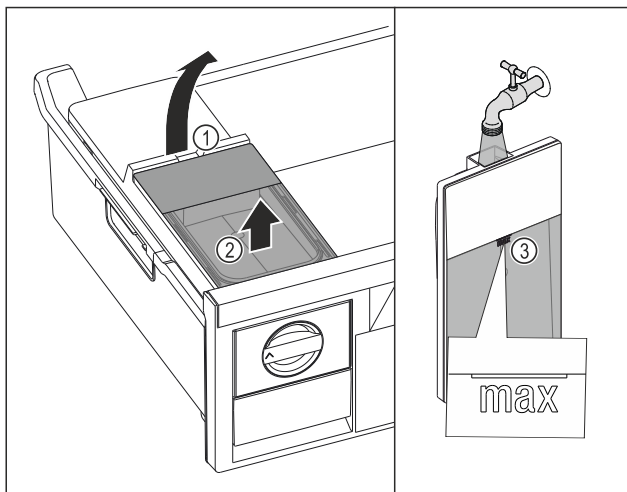

Fig. 161
- Soulever le réservoir d'eau par l'encoche Fig. 161 (1).
- Retirer le réservoir d'eau par le haut. Fig. 161 (2)
- Remplir le réservoir d'eau potable jusqu'au repère Fig. 161 (3).